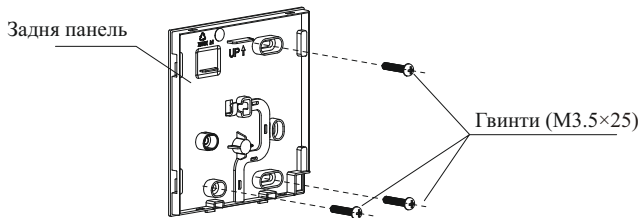

Рис. 3-3
- Для монтажу на відкритому повітрі закріпіть задню панель на стіні за допомогою 3 гвинтів (M3.5×25) і дюбелів. (Рис.3-3)